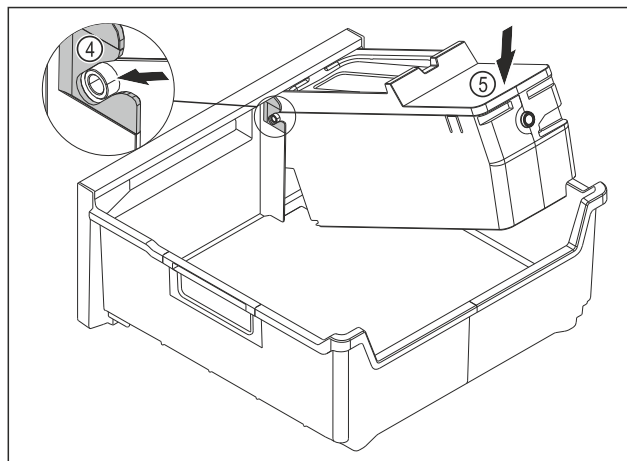

Fig. 192
- EasyTwist-Ice-Korpus montieren: Achsen des EasyTwist-Ice-Korpus in die Führungen Fig. 192 (4) einschieben.
- EasyTwist-Ice-Korpus Fig. 192 (5) hinten nach unten drücken.